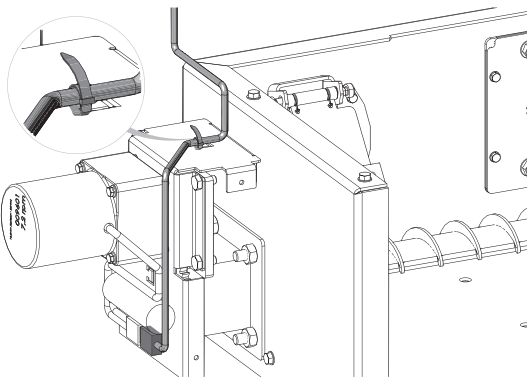
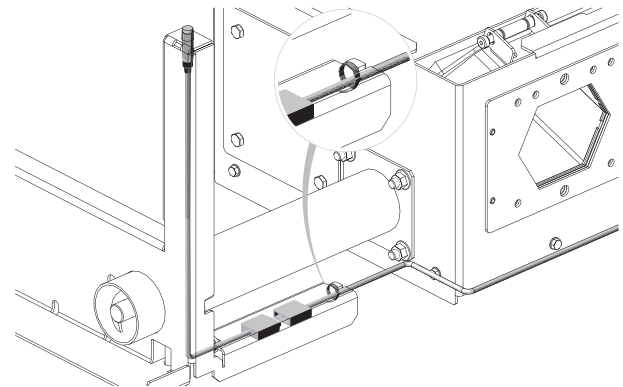

Fig. 223
Fig. 224
► Kabel für Motor und Kabel für Näherungssensor verlegen, anstecken und mit Kabelbinder fixieren – Fig. 223, Fig. 224.